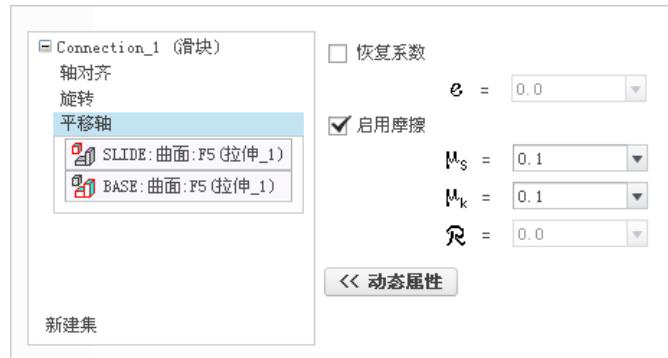

图 7.6.7 设置摩擦系数
(6) 设置摩擦系数。在 **放置** 界面右侧单击 **动态属性 >>** 按钮，选中 启用摩擦 复选框，在 M_s 文本框中输入静态摩擦系数 0.1，在 M_k 文本框中输入动态摩擦系数 0.1，分别按 Enter 键确认，如图 7.6.7 所示。